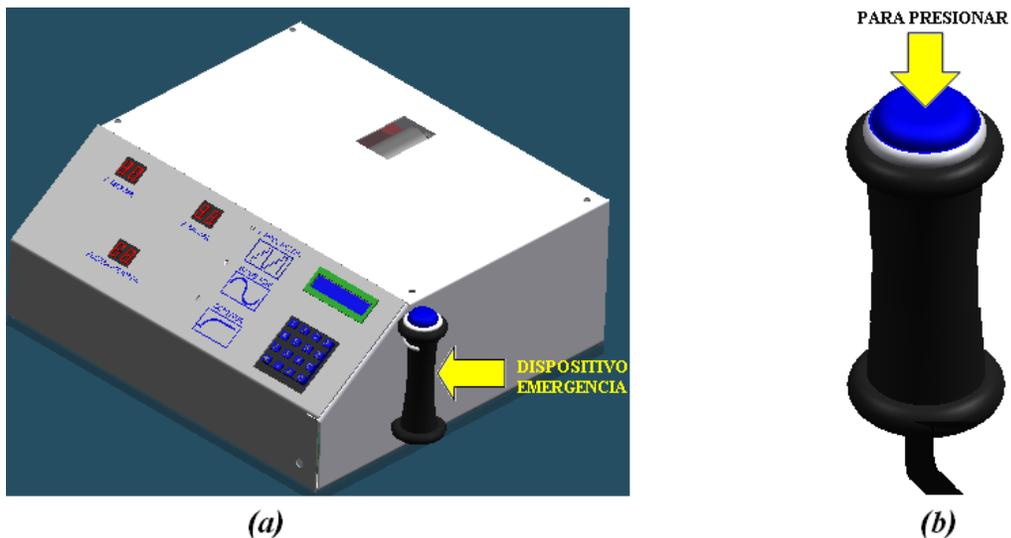

Figura 16: dispositivo de emergencia
**G.5.4 Dispositivo de emergencia.** El dispositivo de emergencia está diseñado para detener la evolución de la fuerza aplicada. En la Figura 16 –a se muestra la ubicación del dispositivo de emergencia en el accionamiento eléctrico, este se encuentra fijado en la parte derecha de la caja envoltoria. Para operar este dispositivo paciente debe presionar el botón del dispositivo mostrado en la Figura 16 –b una sola vez. Si posteriormente el profesional de la salud desea suspender la fuerza aplicada al paciente este puede reiniciar el sistema, oprimiendo repetidas veces el carácter **A** del teclado matricial, entonces al cambiar nuevamente el botón de emergencia a la posición contraria, el sistema disminuirá progresivamente la hasta cero la fuerza al paciente.